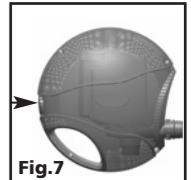

Fig.7
- 2) Le boîtier de la pompe est muni d'une section préentaillée (fig. 7) à l'arrière qui doit être coupée avec un bon outil tranchant.